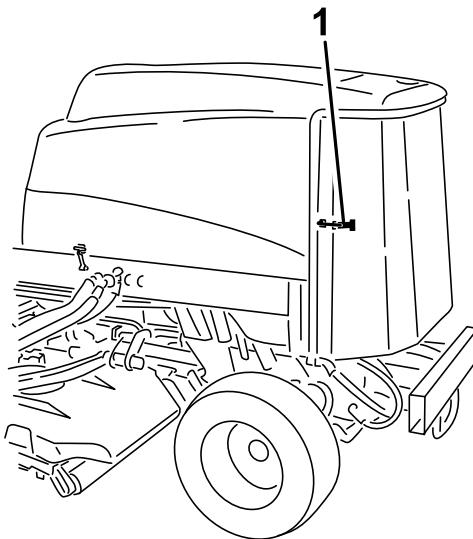

Bild 78
3. Entriegeln und schwenken Sie das hintere Gitter in die geöffnete Stellung (Bild 78).